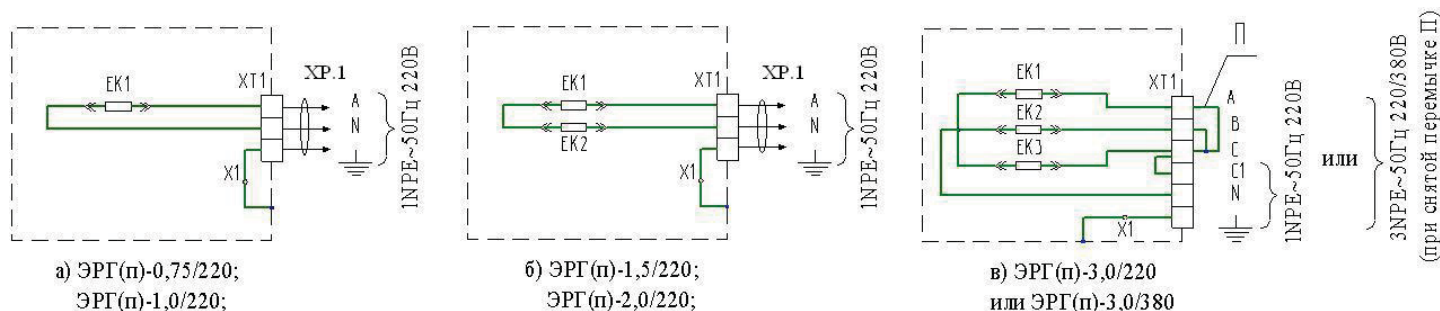

Рисунок 2 – Электрические схемы электрообогревателей
- 6.7 Осмотр и профилактические работы должны производиться при отключении электрообогревателя от электросети. Электрические схемы электрообогревателей приведены на рис. 2.